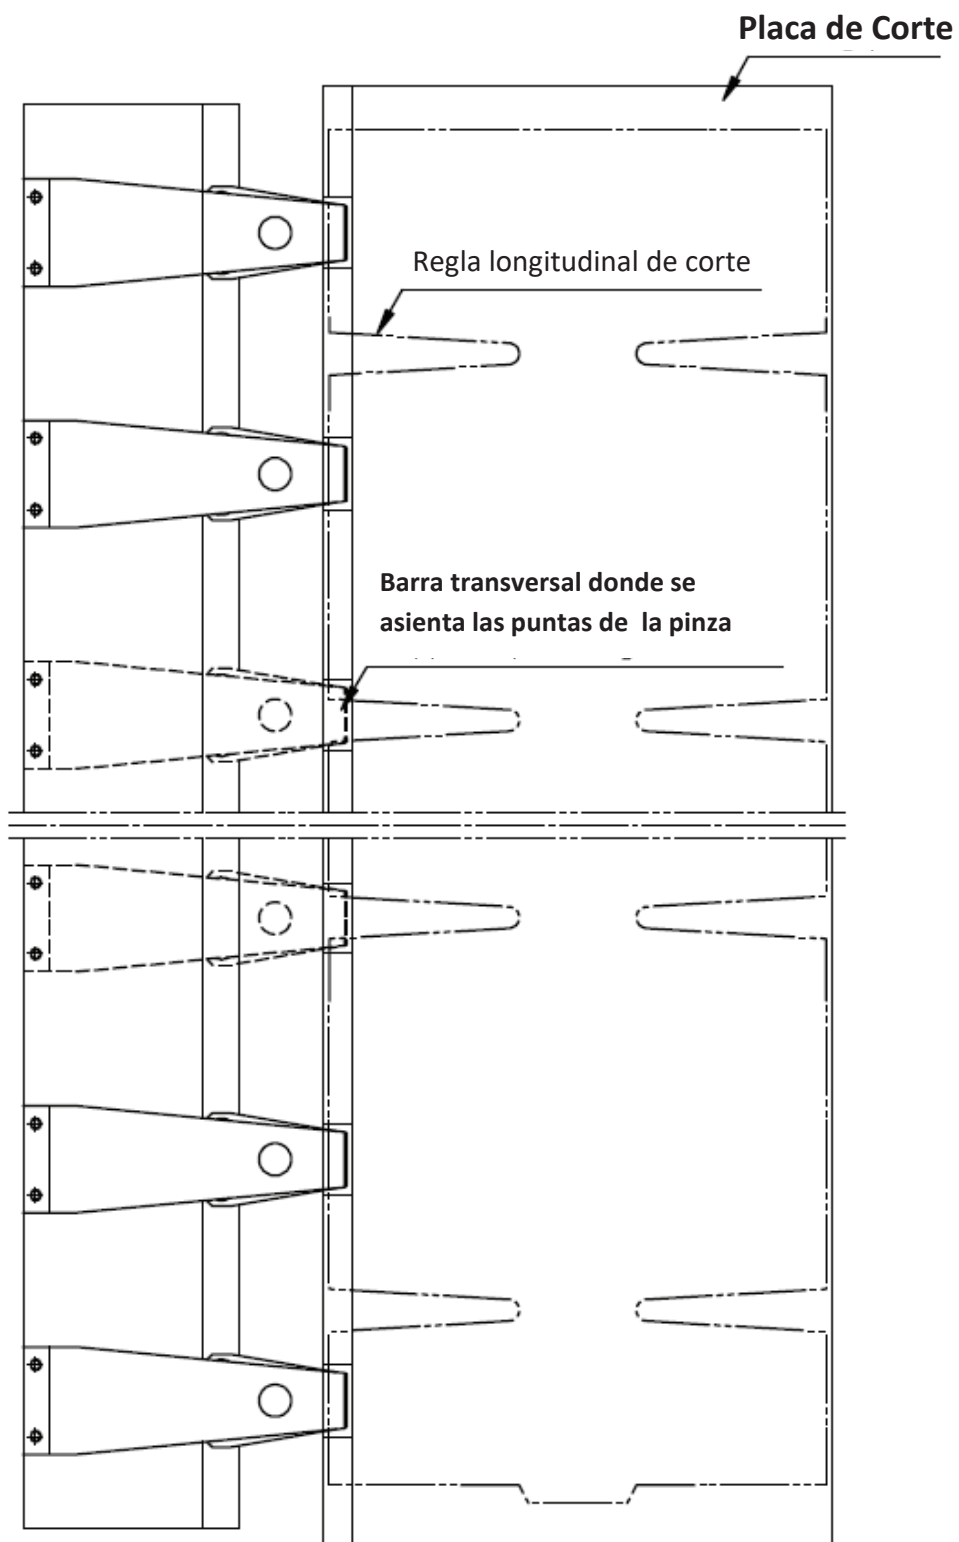

Fig 6.22
- 2) Reposicione los resortes superiores de la pinza de cogida y los asientos de la pinza de cogida de la barra de sujeción en el lugar donde se colocará la cuchilla, y para encajar el taponador de las puntas de la pinza PB20312 a la muesca. (Fig 6.22)